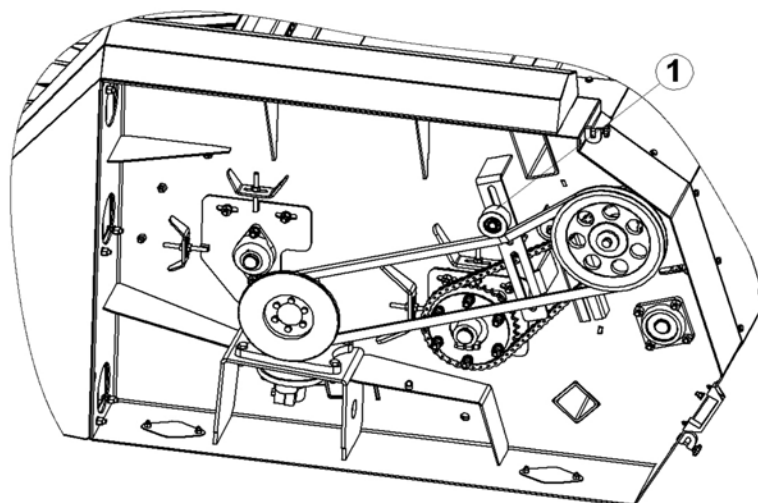

Abb. 4
Die Regelung des Riemenantriebes erfolgt über eine Spannrolle (1) (Abb.4). Der Riemen wird alle 150 Arbeitsstunden geprüft. Eine Riemen-Überspannung ist nicht zulässig, da es zu einer Deformation der Getriebewelle führen kann. Die Riemenspannung ist richtig, wenn bei der Kraft von 60N die Riemen-Dehnung in der Mitte 8-9 mm beträgt.